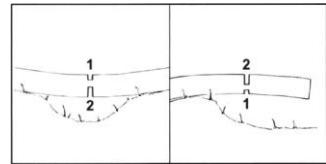

Fig. 1
**Attention : Si l'arbre est sous tension, la plaque de guidage peut être pincée. L'utilisateur perdra le contrôle de la tronçonneuse, ce qui entraînera des blessures graves. (Figure 1)**
- Découpez d'abord une rainure de délestage du côté tendu (1), puis découpez-la du côté qui empêche le desserrage (2).